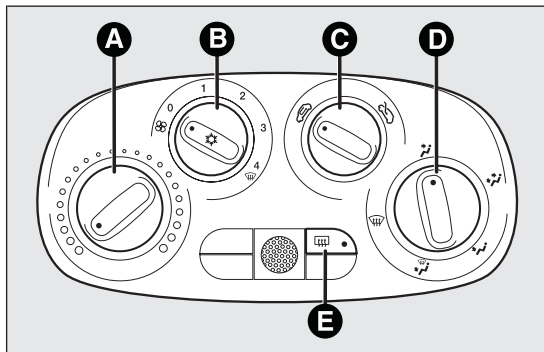

fig. 29
- A** Manopola temperatura aria (rosso-calda/blu-fredda) fig. 29
- B** Manopola velocità ventilatore ed inserimento/disinserimento climatizzatore fig. 29. Premendo la manopola si inserisce il climatizzatore, contemporaneamente si accende il led sulla manopola stessa; questa operazione consente una più rapida prestazione di raffreddamento abitacolo.
C Manopola ricircolo aria fig. 29
D Manopola distribuzione dell'aria fig. 29
E Pulsante attivazione / disattivazione lunotto termico fig. 29.